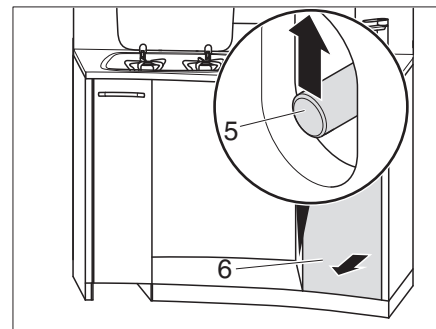

Fig. 128 Déverrouiller le tiroir de cuisine haut
- Passer une main dans l'ouverture et pousser la tige de poussée (Fig. 128,5) vers le haut.